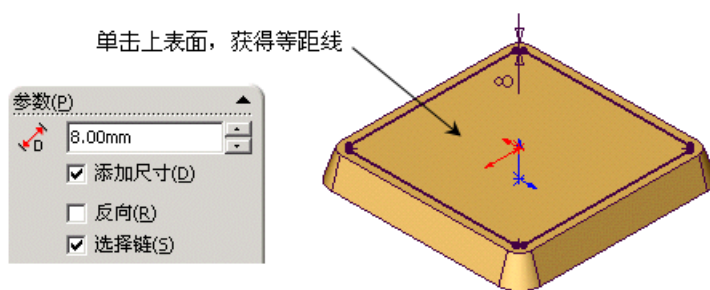

图 1-14 草图
(4) 选取基体上表面，单击【草图绘制】按钮，进入草图绘制，选中上表面，单击【等距实体】按钮，出现【等距实体】属性管理器，在【等距距离】文本框内输入“8mm”，选中【添加尺寸】、【选择链】或【反向】复选框，单击【确定】按钮，完成草图，如图 1-14 所示。